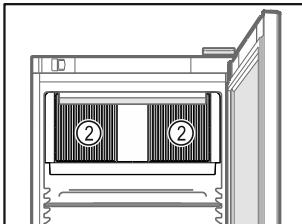

Fig. 63
- No obstruir la ranura de ventilación Fig. 63 (2) del ventilador de recirculación de aire del interior.